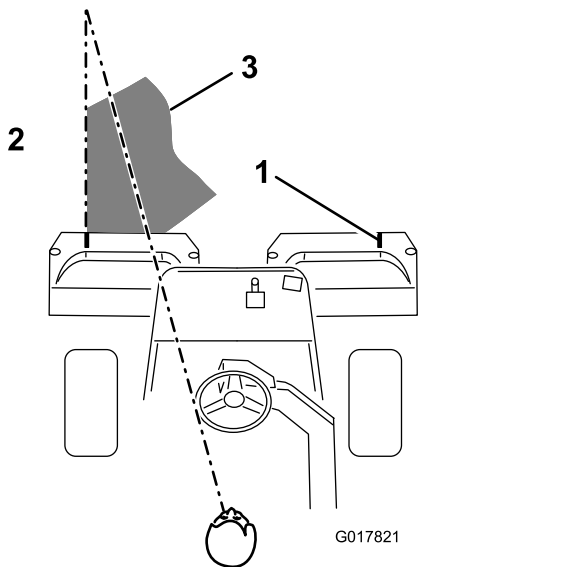

Figure 41
**Remarque:** Pour vous aider à traverser le green en ligne droite et à maintenir la machine à égale distance du bord de la passe précédente, établissez une ligne de vision imaginaire à environ 1,8 à 3 m en avant de la machine jusqu'au bord de la partie non coupée du green (Figure 41).
Certaines personnes trouvent utile de faire passer la ligne de vision par le bord extérieur du volant, c.-à-d. de maintenir le bord du volant aligné avec un point se trouvant toujours à la même distance par rapport à l'avant de la machine (Figure 41).